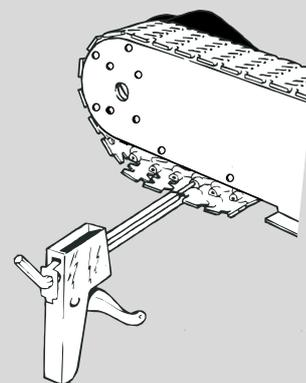

Figura 4. Impiego dell'attrezzo di inserimento della spina
5. Inserire la spina in acciaio utilizzando l'attrezzo di estrazione/inserimento della spina. (Figura 4.)